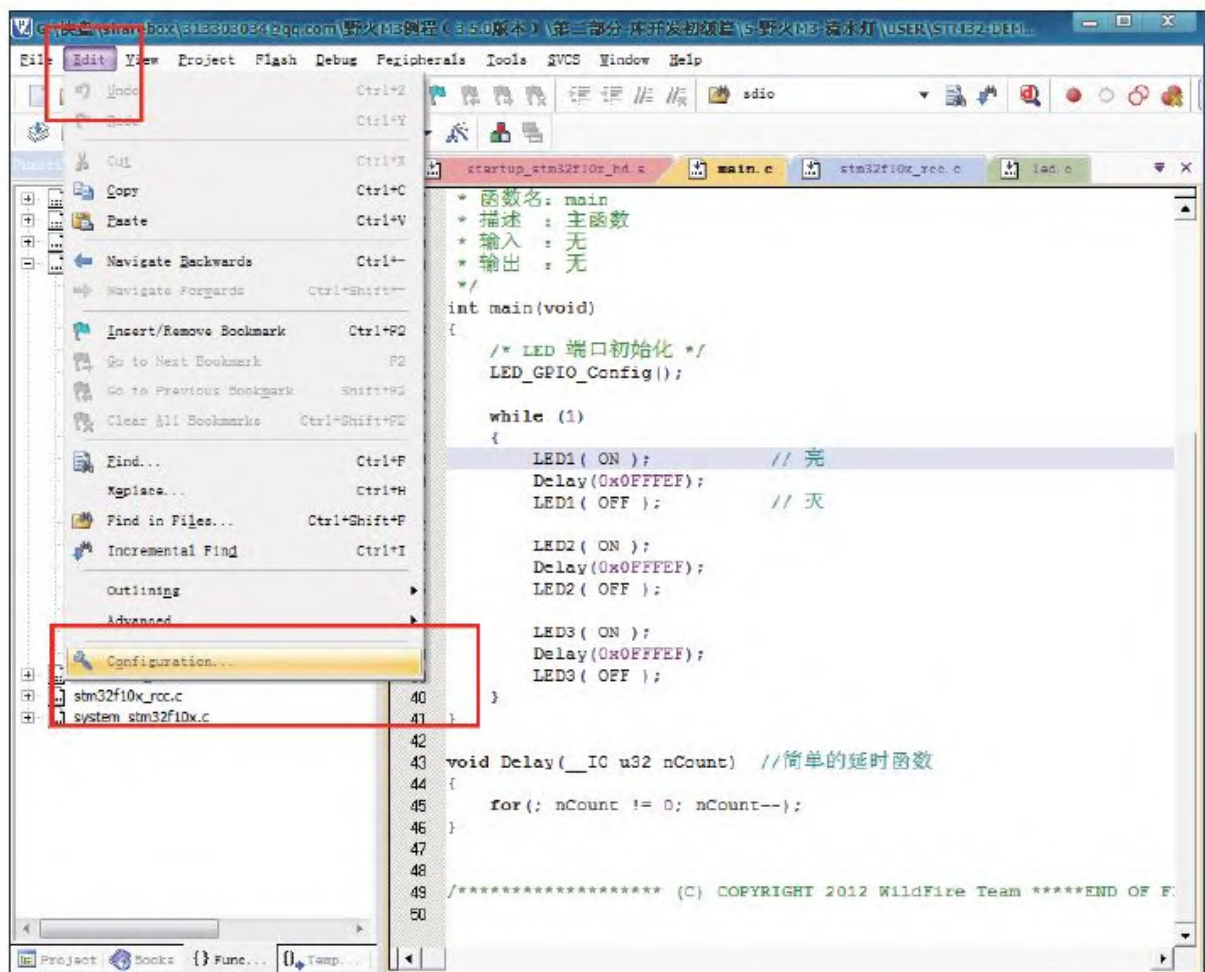
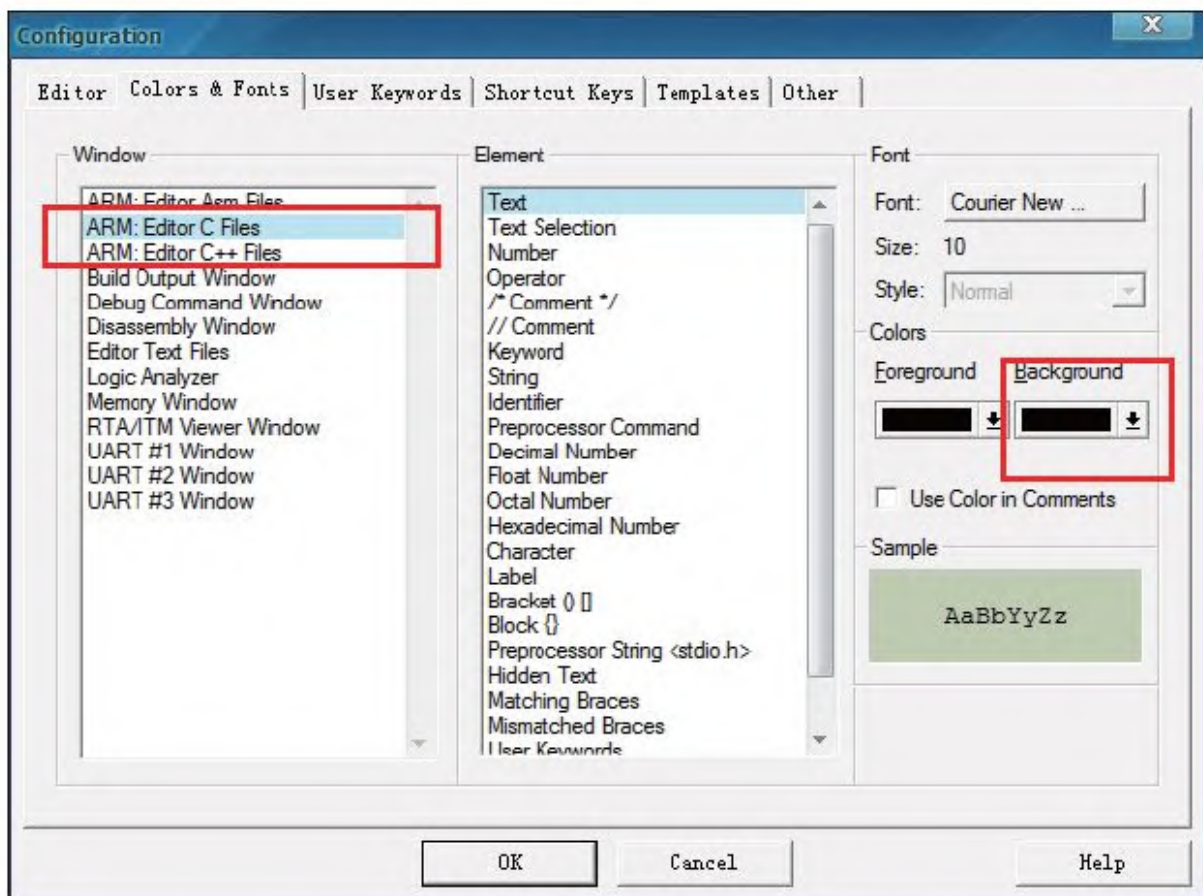

图 5-15 打开configuration选项
图 5-16 设置C文件背景颜色
4) 白色的代码调试环境太伤眼? 调节代码框背景颜色。步骤见图5-15和图5-16。